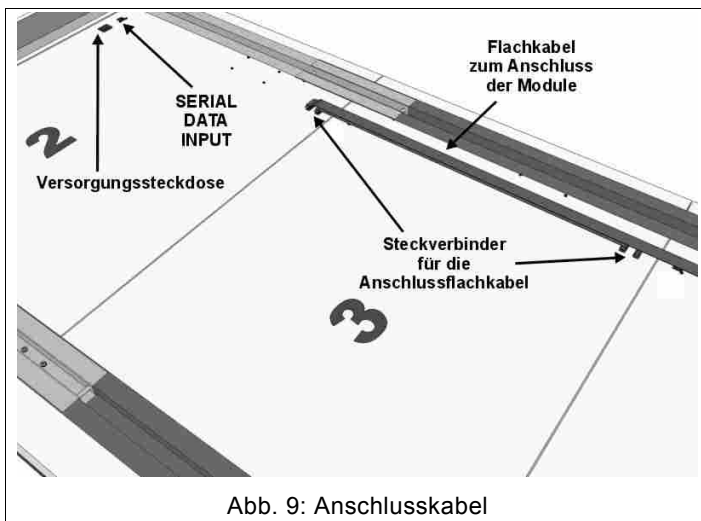
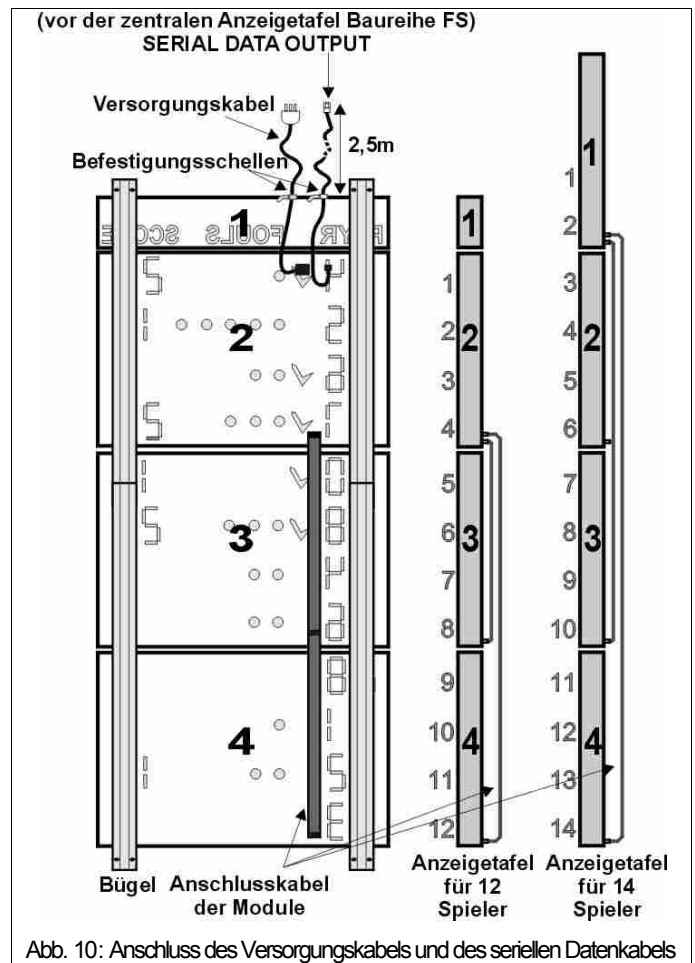

Abb. 9: Anschlusskabel
Abb. 10: Anschluss des Versorgungskabels und des seriellen Datenkabels
Nach Verbindung der verschiedenen Module einer Anzeigetafel mit den Bügeln können Sie mit dem elektrischen Anschluss derselben beginnen. Auf der Rückseite der Anzeigetafelmodule sind die folgenden Verbindungen vorgesehen (Abb. 9):
1. Mittels der entsprechenden Flachkabel das obere Modul an jedes der anderen Module der Anzeigetafel anschließen (Abb. 9, Abb. 10).
2. Das Versorgungskabel in die entsprechende Steckdose stecken und das andere Kabelende mit der entsprechenden Schelle am oberen Bereich der Anzeigetafel befestigen (Abb. 10), damit der Versorgungsstecker über der Anzeigetafel zugänglich ist, wenn diese an der Wand befestigt wird.
3. Für jede Fouls/Punkte-Anzeigetafel wird ein 3m langes Kabel mitgeliefert, welches in den Steckverbinder "SERIAL DATA INPUT" gesteckt werden muss. 2,5 m der Kabellänge frei laufen lassen und das Kabel dann über der Anzeigetafel mit der entsprechenden Schelle befestigen (Abb. 10). Auf diese Weise kann das serielle Datenkabel nach erfolgter Wandbefestigung leichter angeschlossen werden.